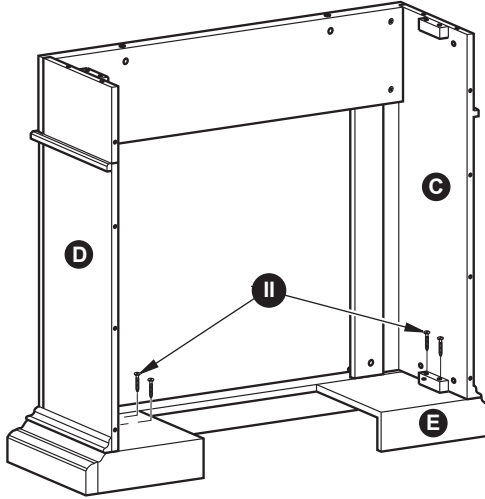

Figura 31
3. Fije los soportes de madera colocada en el lateral izquierdo (C) y el lateral derecho (D) paneles con 4) ST4 Tornillo 1 $\frac{9}{16}$ " (II) a la Base (E) como se muestra en la Figura 31.